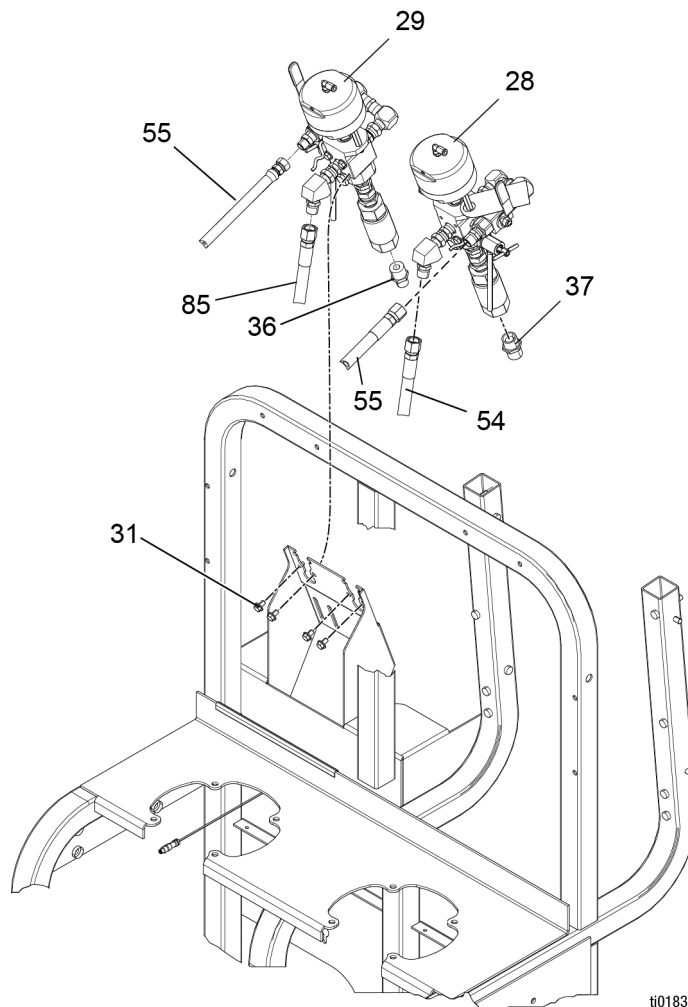

ABB. 6
3. Alle Leitungen für flüssige Medien von den Dosierventilen (28 oder 29) trennen. Siehe ABB. 6.
5. Manometer (831) von der FCM (507) trennen. Siehe **Stromlaufpläne**, Seite 46.
6. Entfernen Sie die zwei Schrauben (31), mit der das Dosierventil an der Konsole befestigt ist.